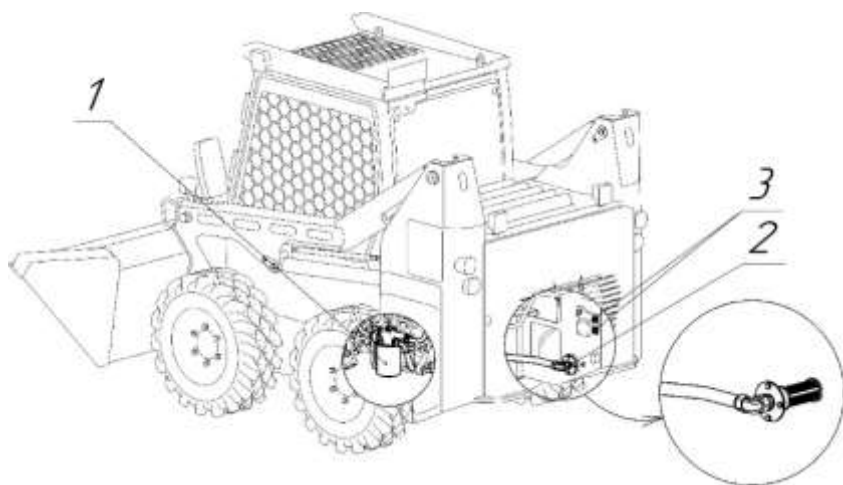

Рисунок 8.7 Замена фильтров гидравлики
При температуре рабочей жидкости от плюс 20 до плюс 40 °С уровень должен находиться примерно посередине между маслоуказателями бака 3 (рисунок 8.7). Допускается запуск двигателя и прогрев гидросистемы при понижении уровня рабочей жидкости до середины нижнего маслоуказателя бака и отсутствии срабатывания датчика минимального уровня рабочей жидкости.
При замене рабочей жидкости гидравлической системы необходимо провести смену фильтрующих элементов 1 и 2 (рисунок 8.7), для этого:
- отверните специальным съемником сменный фильтрующий элемент 1 (рисунок 8.7);
- отверните четыре болта крепления фильтра гидравлического бака 2 (рисунок 8.7) и выньте фильтр в сборе (рисунок 8.10);